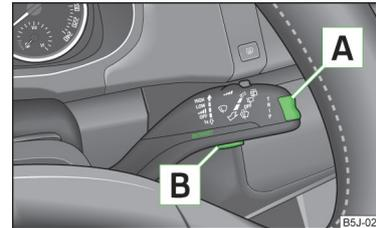

Abb. 5
Das Umschalten der Speicher erfolgt mit der Taste  » Abb. 5 auf Seite 14 am Scheibenwischerhebel.
Die Wipptaste für die Wahl der Menüpunkte  » Abb. 5 sowie die Bedientaste  befinden sich am Scheibenwischerhebel.
› Kurz auf die Wipptaste  » Abb. 5 oben oder unten drücken. Dadurch werden die einzelnen Menüpunkte der Multifunktionsanzeige nacheinander geöffnet.
› Die Taste  » Abb. 5 antippen.
- › Die Taste  » Abb. 5 länger drücken.
- › Mit der Taste **[A]** » Abb. 5 auf Seite 14 den Menüpunkt **Warnung bei** (MAXI DOT-Display) bzw. ⊖ (Segmentdisplay) wählen.